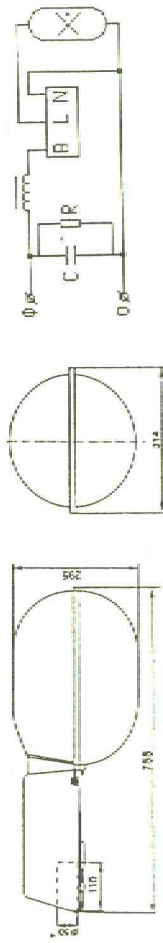

Рис. 1
1.1. Светильники консольные ЖУ16-400-002 У1, Рис.1 с разрядными лампами высокого давления предназначены для освещения улиц, дорог, оживленных электрическим током по ГОСТ 12.007.0-75, в части воздействия механических факторов внешней среды, группы условий эксплуатации К2 по ГОСТ 17516.1-90.